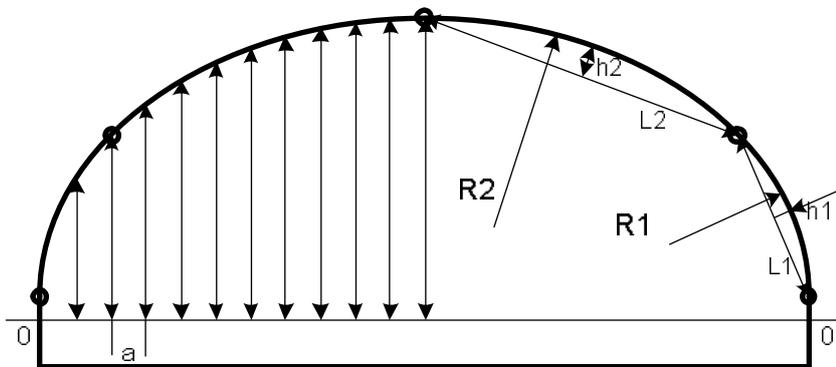

Рис. 19.
4. Лекальные проемы - хотя бы одна сторона которых представляет собой сочетание радиусов или прямых и радиусов (рис. 19).
Определение габаритных размеров изделия для лекального проема чаще всего производится с помощью изготовления шаблона. Это требует высокой квалификации, аккуратности и смекалки. Советовать какой-либо единственный способ трудно. В качестве примера рассмотрим способ, показанный на рис. 19: